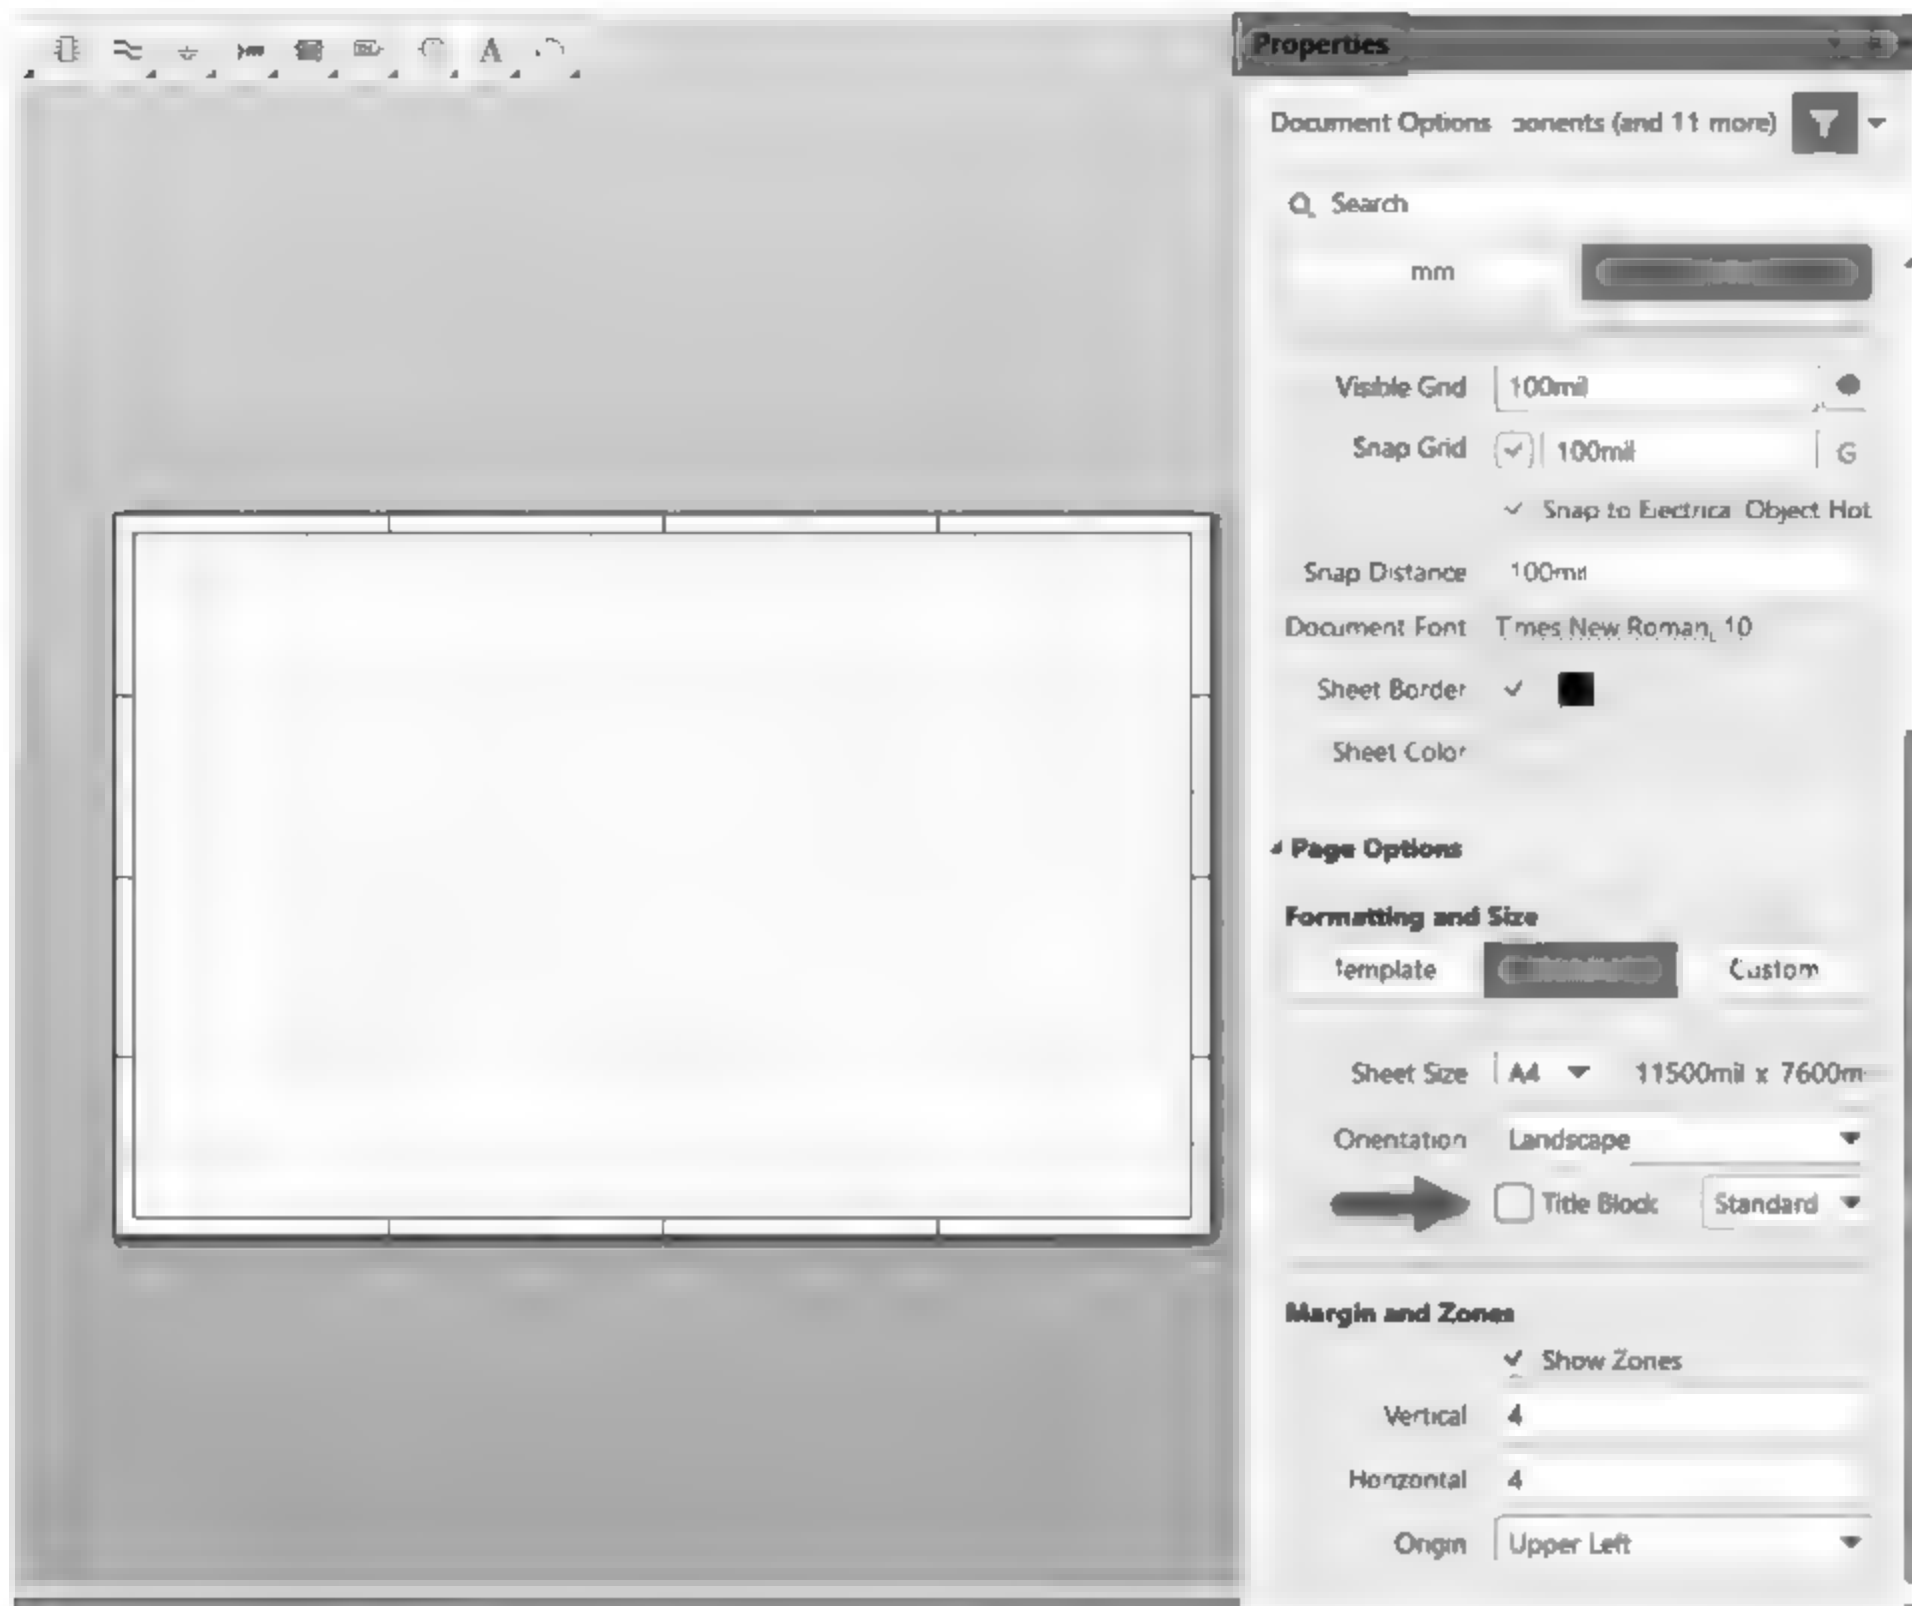

图 4-9 取消勾选 Title Block 复选框
(2) 设置原理图。进入空白原理图文档后,打开 Properties 面板,在 Page Options 下的 Formatting and Size 参数栏中单击 Standard 标签,取消勾选 Title Block 复选框,将原理图右下角的标题区块取消,用户可以重新设计一个符合本公司的图纸模板,如图 4-9 所示。